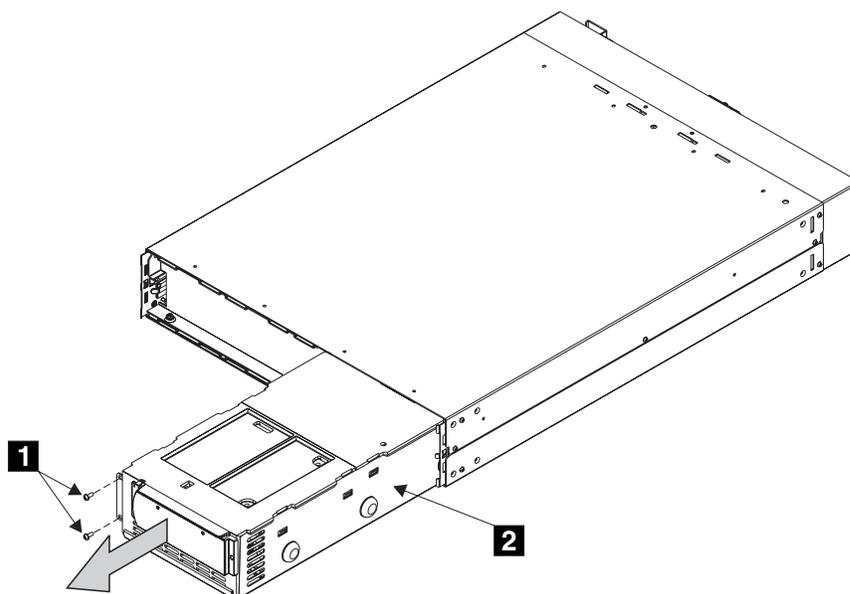

図 113. 無停電電源装置からの電子装置の取り外し
4. ねじ 2 個 **1** (図 113) を取り外します。